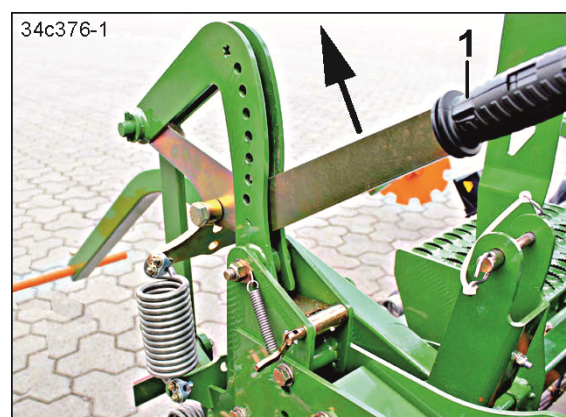

Fig. 205
4. Puxar a alavanca (Fig. 205/1) em direção da seta.